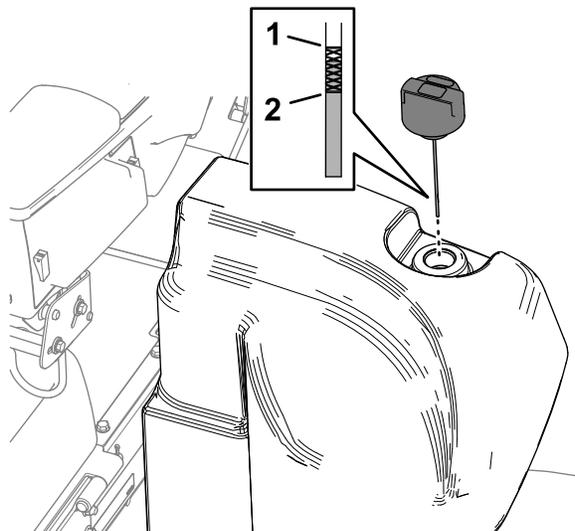

图 112
2. 清洁液压油箱加油颈和油箱盖周围的区域 (图 112)。